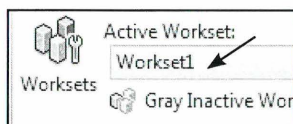

Fig. 16.07.
- Under *Collaborate* fanebladet kan vi nu i *Active Workset* se, at vi befinder os i *Workset 1* (Fig. 16.07). Der kan skiftes imellem de to oprettede ved at klikke i feltet.